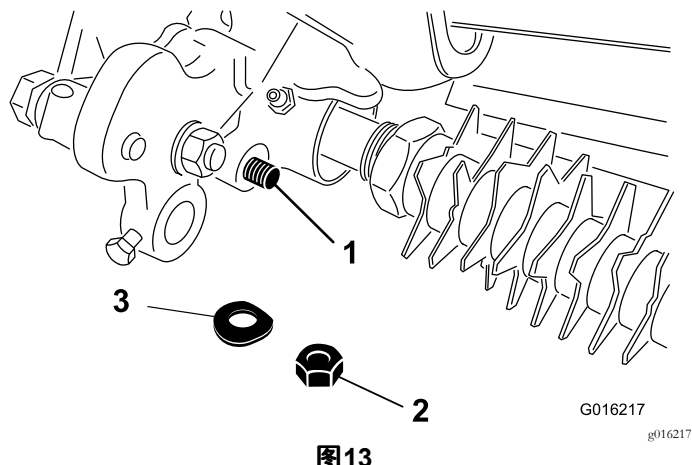

图13
29. 用膜片式弹簧垫圈和锁紧螺母将调整臂组件的杆端固定至疏草刀驱动组件图13。
34. 用膜片式弹簧垫圈和锁紧螺母将调整臂组件的杆端固定至疏草刀驱动组件图13。